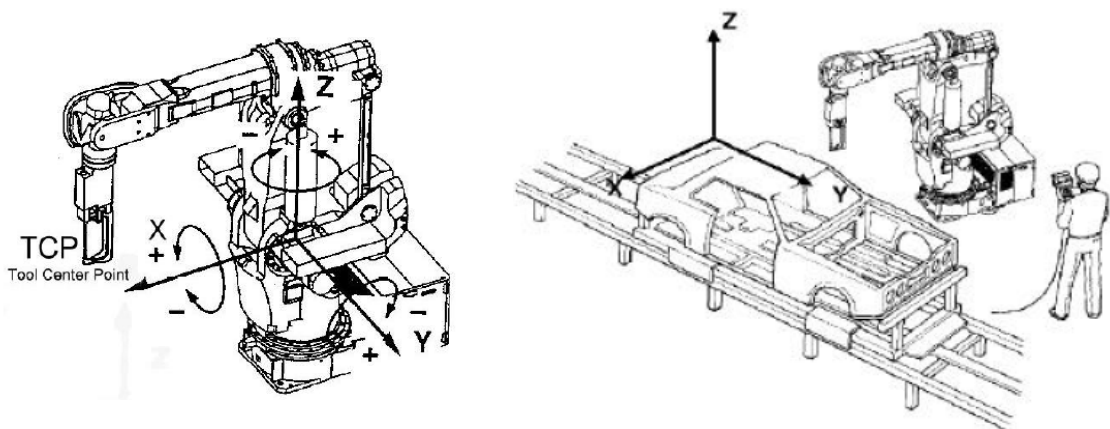

Ilustración 4. Sistemas de coordenadas XYZ WORLD y JOGFRM
- **USER:** es un sistema de coordenadas cartesianas, cuyo origen viene definido por el usuario. Se disponen de 9 sistemas de coordenadas USER programables (para este modelo de controlador R-J3i tipo B). Por defecto, el primero coincide con WCS. Trabajar con varios sistemas USER es muy útil cuando se programa en casa del integrador, se desmonta la célula y se monta nuevamente en casa del cliente (ver Ilustración 4). También es útil cuando se quiere realizar el mismo conjunto de trayectorias en dos espacios de trabajo diferentes. El sistema se denomina UCS.